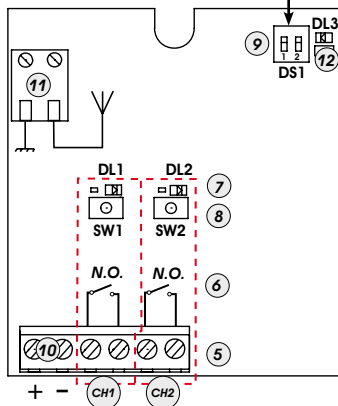

Fig.1
- 2) Druk 1 seconde op de knop van de ontvanger (Fig.1 ref. ⑧) die overeenkomt met het kanaal waarmee u de radioafstandsbediening wilt associëren.
- 3) De bijbehorende led op de ontvanger (Fig.1 ref. ⑦) begint gedurende 5 sec. langzaam te knipperen.
- 5) De led (Fig.1 ref. ⑦) op de ontvanger blijft 1 seconde branden om vervolgens te doven, waarmee wordt aangegeven dat opslag heeft plaatsgevonden.
- 4) Druk 1 seconde op de knop van de ontvanger (Fig.1 ref. ⑧) die behoort bij met het kanaal waarmee u de radioafstandsbediening wilt associëren.
- 5) De bijbehorende led op de ontvanger (Fig.1 ref. ⑦) begint gedurende 5 sec. langzaam te knipperen.
- 7) De led op de kaart (Fig.1 ref. ⑦) blijft 1 seconde lang branden om vervolgens te doven, waarmee wordt aangegeven dat opslag heeft plaatsgevonden.
- 1) Druk 1 seconde op de ontvanger op de knop (Fig.1 ref. ⑧) die hoort bij het kanaal waarmee u de afstandsbediening wilt associëren.
- 2) Op de ontvanger begint de bijbehorende led (Fig.1 ref. ⑦) gedurende 5 sec. langzaam te knipperen.